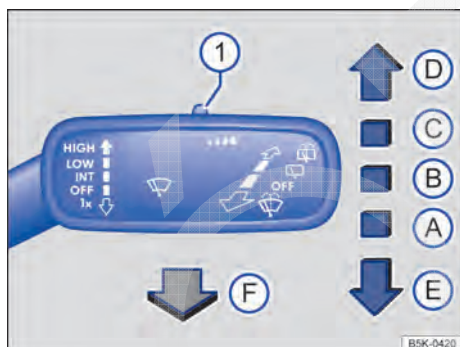

Fig. 99 À direita da coluna de direção: comandar os limpadores do para-brisa.
- Pressionar a alavanca dos limpadores do para-brisa brevemente para baixo → **Fig. 99** **⓪**.